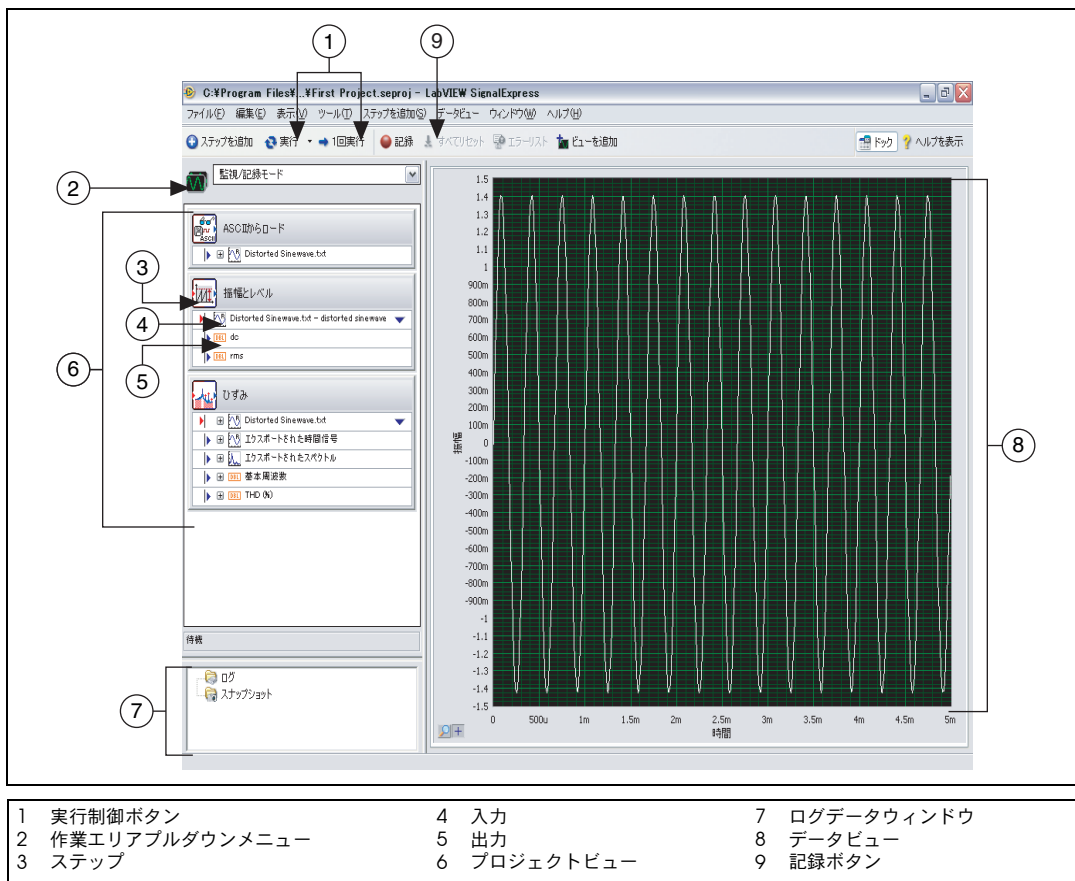

図 3-1 First Project.seproj
4. ヘルプが非表示の状態でご図 3-1 のようなウィンドウが表示されたら、LabVIEW SignalExpress の様々なコンポーネントを確認してください。